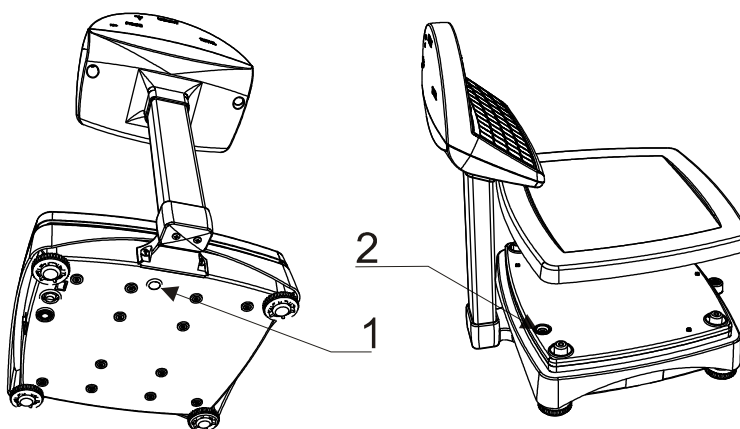

Рисунок 16
2. снять пломбу **1**, расположенную снизу на корпусе весов (см. рисунок 16);